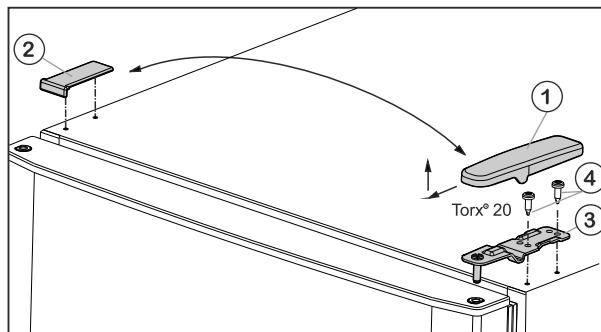

Fig. 5
- Відведіть кришку Fig. 5 (1) вперед і вгору.
- Зніміть кришку Fig. 5 (2).
- Викрутіть верхній опорний кронштейн Fig. 5 (3) (2 шт. Torx® 20) Fig. 5 (4) і відведіть вгору.
- Встановіть верхній опорний кронштейн Fig. 5 (3) в дверцята на новий бік шарніра.
- Прикрутіть верхній опорний кронштейн **(з моментом 4 Нм)** гвинтами (2 шт. Torx® 20) Fig. 5 (4). У разі необхідності скористайтеся акумуляторним гвинтокрутом.
- Встановіть і зафіксуйте кришку Fig. 5 (1) з протилежного боку ззовні.
- Також встановіть згори і зафіксуйте кришку Fig. 5 (2) з протилежного боку.